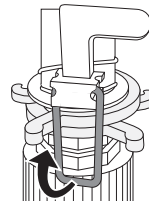

Abb. 8
- ♦ Klappen Sie den Metall-Clip **5** nach oben, damit sich die Sprinkler-Einheit **3** um 360° dreht (siehe Abb. 8).